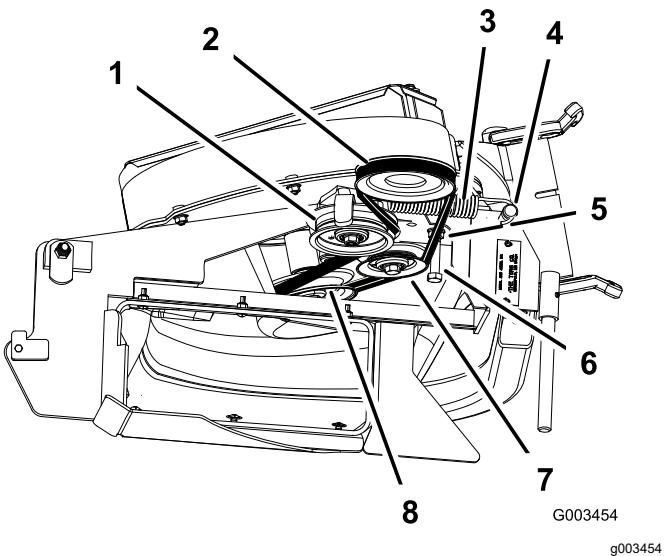

**Bild 41**
6. Setzen Sie die Feder ein, siehe Bild 41.